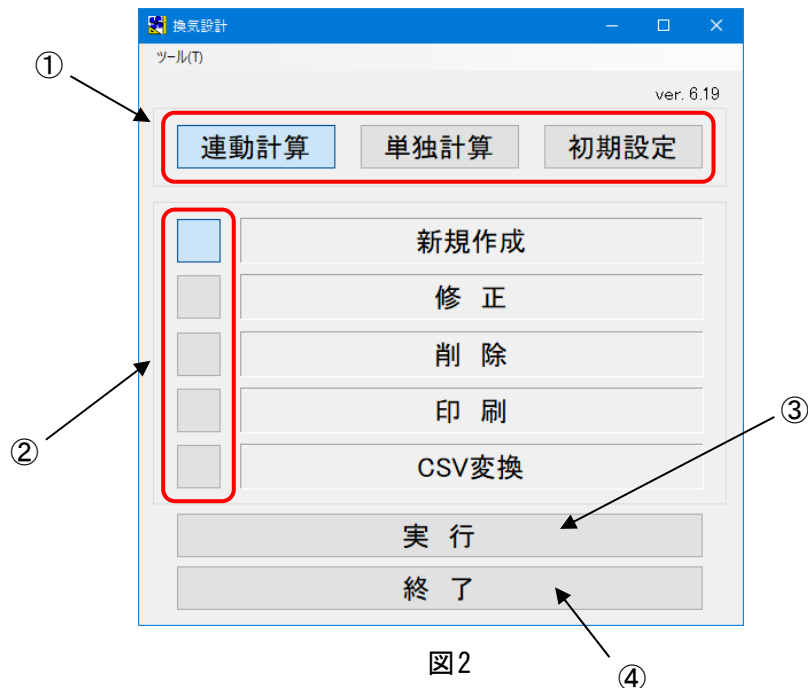

図2
該当の項目(図 2-①、②)を選択後、[実行]ボタン(図 2-③)をクリックし、操作を開始します。
1. [終了]ボタン(図 2-④)をクリックします。